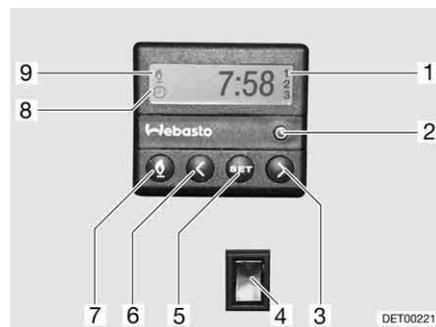

Bild 170 Bedieneinheit für Standheizung
- Taste (Bild 170,7) drücken. Der Heizbetrieb wird durch das Symbol (Bild 170,9) angezeigt. Das Gebläse wird erst bei einer Kühlwassertemperatur von 30 °C zugeschaltet.
- Taste (Bild 170,7) drücken. Das Symbol (Bild 170,9) erlischt.
- Schalter (Bild 170,4) unten drücken. Motor wird vorgewärmt. Das Gebläse wird sofort zugeschaltet.
- Schalter (Bild 170,4) oben drücken. Motor bleibt kalt.
- Taste (Bild 170,2) drücken. Die Uhrzeiteinstellung wird durch das Symbol (Bild 170,8) angezeigt.
- Mit den Tasten (Bild 170,3 und 6) die Uhrzeit einstellen.
- Taste (Bild 170,5) drücken.
- Innerhalb von 10 Sekunden mit den Tasten (Bild 170,3 und 6) die Einschaltzeit einstellen.
- Taste (Bild 170,5) so oft drücken, bis die gewünschte Programmnummer (Bild 170,1) im Display angezeigt wird.